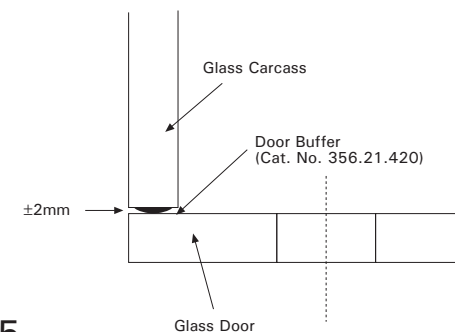
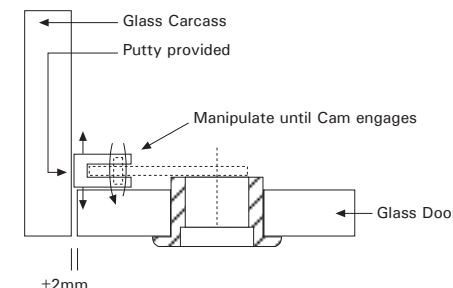

FIG 5
FIG 6
6. For an overlay door take care not to allow the door to make direct contact with the glass carcass when closed. For an inlay door the glass should not come into contact with the receiver. We suggest the use of Door Buffer (Cat No.356.21.420), (see Fig.5). The position of the cam receiver on the sidewall of the glass cabinet is dictated by the cam in its closed or locked position. Use a small amount of the putty provided to temporary press stick the receiver to the side of the glass carcass and manipulate accordingly until the cam accurately engages the slot provided, ensure that side of the receiver is parallel to the edge of the carcass (see Fig.6).
6. Beachten Sie bei aufliegenden Türen, daß die Tür nicht direkten Kontakt mit dem Glaskorpus hat wenn sie geschlossen ist. Wie empfehlen den Gebrauch der Elastikpuffer (Art. Nr.356.21.420) (s. Abb.5). Die Position des Schloßgegenstücks auf der Seitenwand der Vitrine wird durch den Riegel in der geschlossenen Position vorgeschrieben. Gebrauchen Sie ein kleines Stück Fixiergummi, um das Gegenstück an dem Korpus anzubringen und verschieben Sie dieses, bis der Riegel glatt einrastet. Das Gegenstück muß parallel zur Kante des Korpus sein (s. Abb.6).